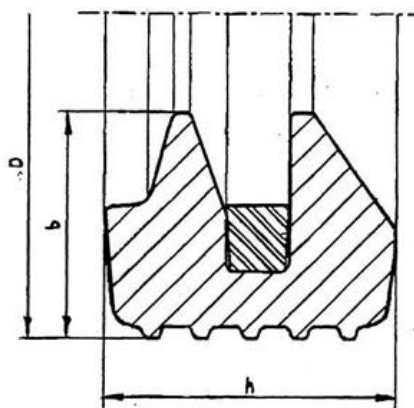

Рисунок 3 - Вид резинового уплотнительного кольца двух лепесткового самоуплотняющегося типа
3.3. Виды уплотнительных самоуплотняющихся резиновых колец приведены на **рис. 3 и 4**, их основные размеры приведены в **таблицах 4 и 5**.